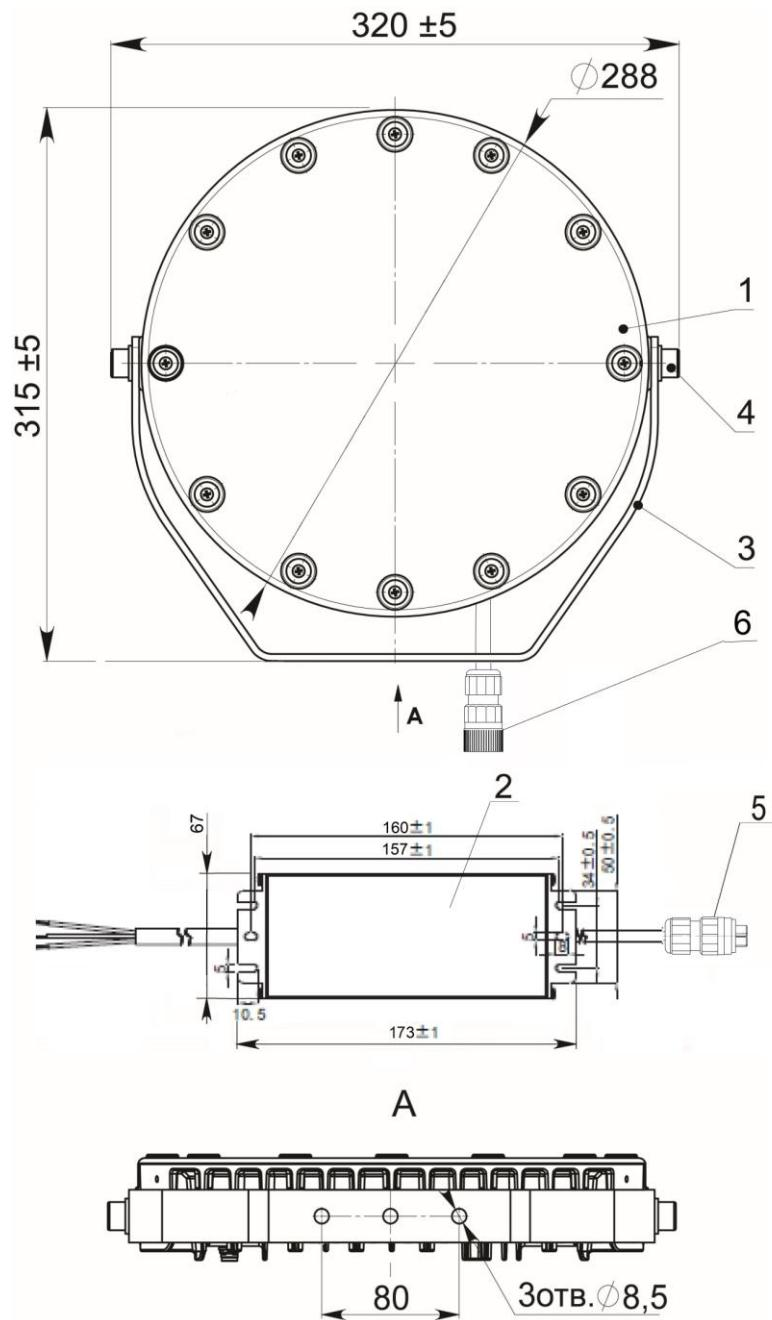

Рис.1
- 2.1. Прожекторы GALAD Аврора LED-48 (рис.1) со светодиодными модулями предназначены для архитектурного освещения зданий.
5.1. Установить оптическую часть прожектора (поз.1), закрепив скобу (поз.3) тремя болтами M8 (см. рис.1).